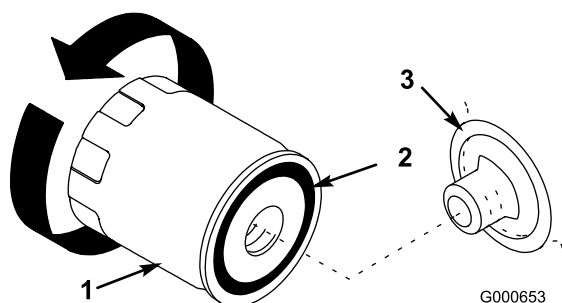

Figure 30
8. Enlevez le filtre à huile usagé et essuyez la surface du joint de l'adaptateur (Figure 30).
11. Appliquez une fine couche d'huile neuve sur le joint en caoutchouc du filtre de rechange (Figure 30).
12. Posez le filtre à huile de rechange sur l'adaptateur. Tournez le filtre dans le sens horaire jusqu'à ce que le joint rejoigne l'adaptateur, puis donnez 1/2 tour supplémentaire (Figure 30).